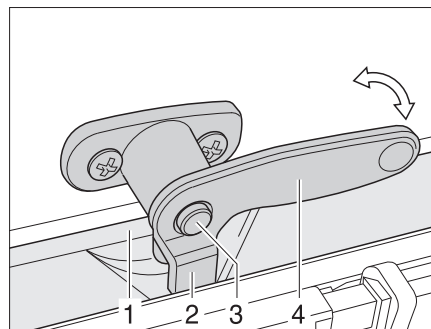

Fig. 76 Leva di serraggio con bottone di sicurezza in posizione "Chiuso"
- Se presente, premere il bottone di sicurezza (Fig. 76,3) e mantenerlo premuto.